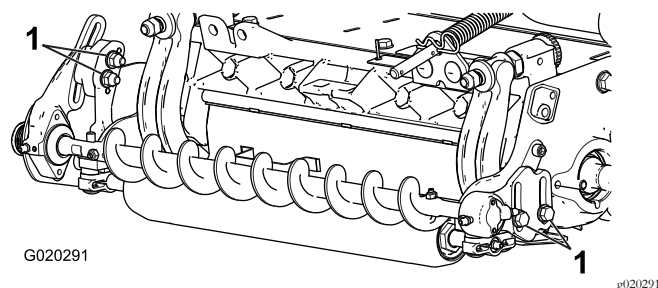

Figure 8
1. Desserrez les 2 boulons qui fixent chaque logement de roulement de la brosse de rouleau au support de montage de la brosse de rouleau (Figure 8).